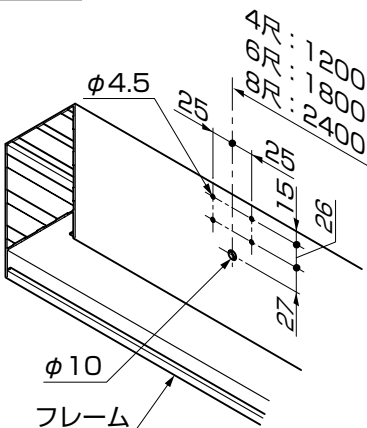
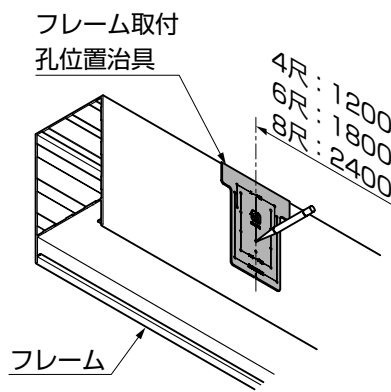
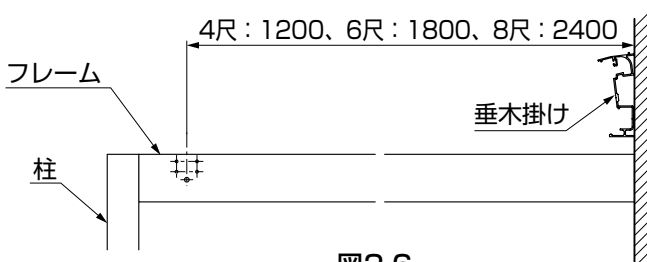

図2-4 フレーム取付孔位置治具を使用しない場合
図2-5 フレーム取付孔位置治具を使用する場合
図2-6
- ①フレームの桁取付け面に孔加工をしてください。(図2-4、図2-5、図2-6参照)
- フレーム取付孔位置治具を使用する場合は図2-5と「(2) 取付孔位置治具を使用する場合の柱の加工」を参照し、同様に孔加工をしてください。